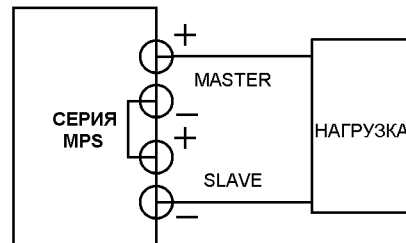

Рисунок 4-3. Однополярное питание
- B. Режим однополярного источника (Рис.4-3)
- E. Если требуется однополярное питание нагрузки, то этот режим просто позволяет получить на нагрузке удвоенное напряжение при номинальном токе, используя для подключения отрицательную (черную) клемму источника **SLAVE** и положительную (красную) клемму источника **MASTER**, как показано на рис. 4-3.